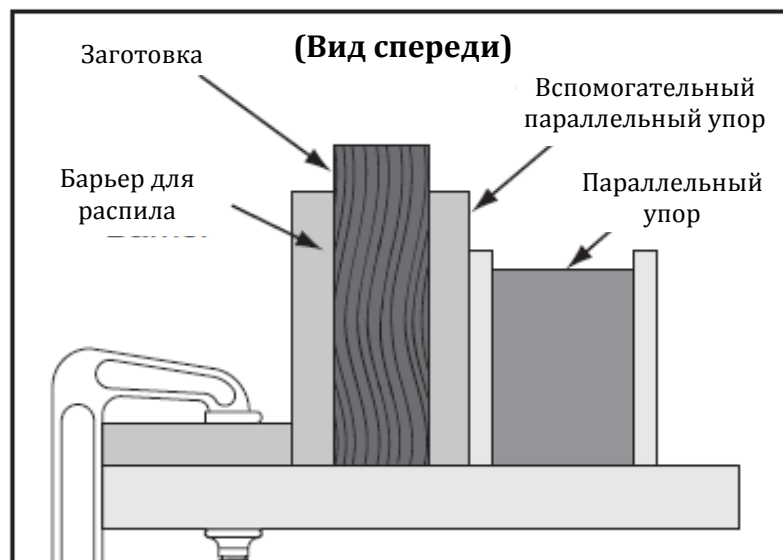

Рис. 57. Идеальная наладка заготовки для распиливания
5. Прислонить заготовку к вспомогательному упору и придвинуть барьер для распила к заготовке, как показано на рис. 57. Теперь следует зажать струбцинами барьер к верху станка по обоим концам.